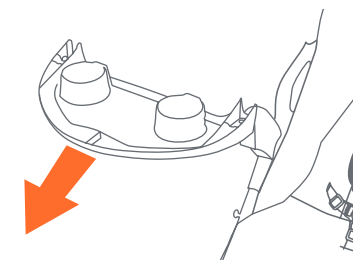

Fig. 10d
- Para retirar la bandeja para niños: Presione el botón de liberación y gire la bandeja á 180 grados y jale la bandeja hasta que se libere (Fig. 10d).